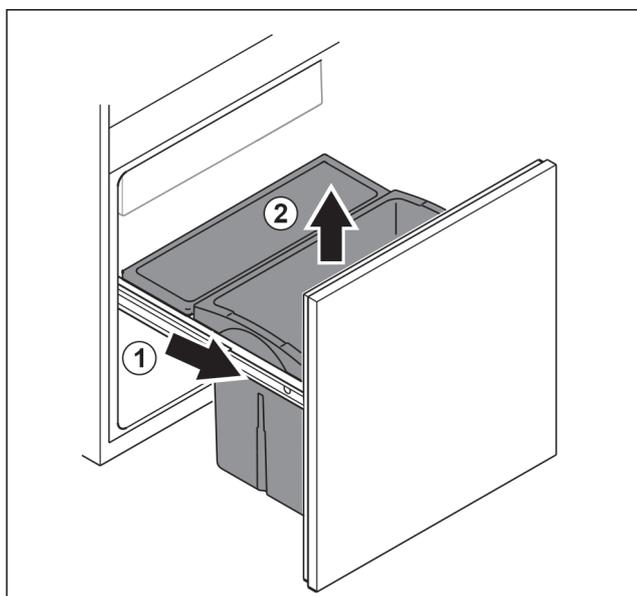

Fig. 98
- ▶ Tirer le chariot coulissant jusqu'en butée. Fig. 98 (1)
- ▶ Retirer le tiroir par le haut. Fig. 98 (2)